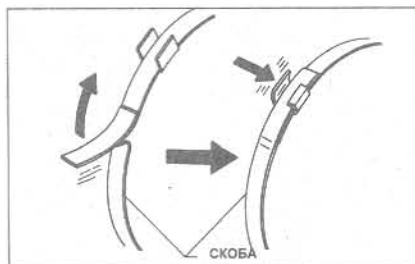
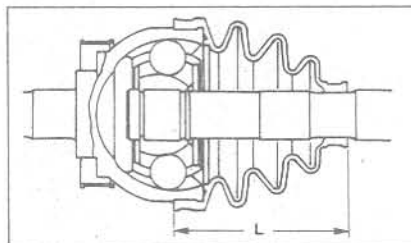
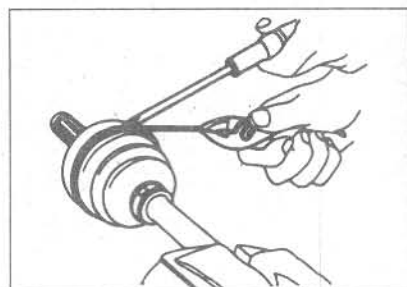
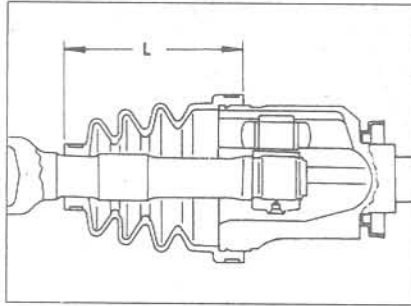

Рис. 8.8 Закрепите концы скобы зажимами (Глава 4)
Рис. 8.9 Установочная длина чехла внешнего соединения (Глава 4)
Рис. 8.7 Сжатие скобы чехла приводного вала (Глава 4)
Рис. 8.11 Установочная длина чехла внутреннего соединения (Глава 4)
- 9 Стяните кожухи на внешнее соединение, установите новую большую скобу и зажмите ее, как показано на рис. 8.7, затем согните конец и закрепите его под язычками зажима, как показано на рис. 8.8.
- 10 Установите чехлы так, чтобы длина их была, как показано на рис. 8.9, удалите изнутри весь воздух. Проверьте, чтобы меньший конец был размещен в канавке приводного вала и проверьте, чтобы чехлы не были протянуты или деформированы. Установите меньшую скобу на чехлы, зажмите ее, как показано на рис. 8.7, затем согните конец и закрепите его под язычками зажима, как показано на рис. 8.8.
- 22 Стяните кожухи на корпус соединения, удалите весь воздух, установите новую большую скобу и зажмите ее, как показано на рис. 8.7, затем согните конец и закрепите его под язычками зажима, как показано на рис. 8.8.
23 Установите чехлы так, чтобы длина их была, как показано на рис. 8.11. Проверьте, чтобы меньший конец был размещен в канавке приводного вала и проверьте, чтобы чехлы не были протянуты или деформированы. Установите меньшую скобу на чехлы, зажмите ее, как показано на рис. 8.7, затем согните конец и закрепите его под язычками зажима, как показано на рис. 8.8.